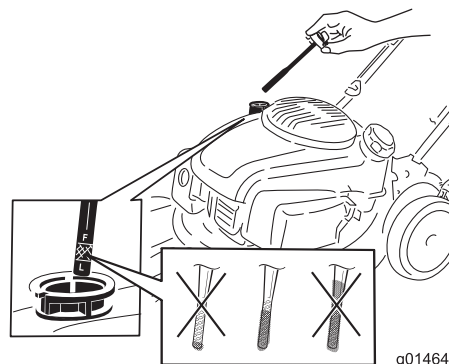

Figure 5
1. Retirez la jauge (Figure 5).
2. Versez de l'huile **lentement** dans le goulot de remplissage pour faire monter le niveau jusqu'au repère du plein (Full) sur la jauge (Figure 5). **Ne remplissez pas excessivement.** (Remplissage max. : 0,53 L (18 oz), type : huile détergente 10W-30 ou SAE 30 de classe de service API SJ ou supérieure.)
**Remarque:** Chaque fois que vous vérifiez le niveau d'huile, sortez la jauge et essuyez-la sur un chiffon propre, remettez-la dans le goulot de remplissage (**sans** la visser), puis ressortez-la et vérifiez le niveau (Figure 5).